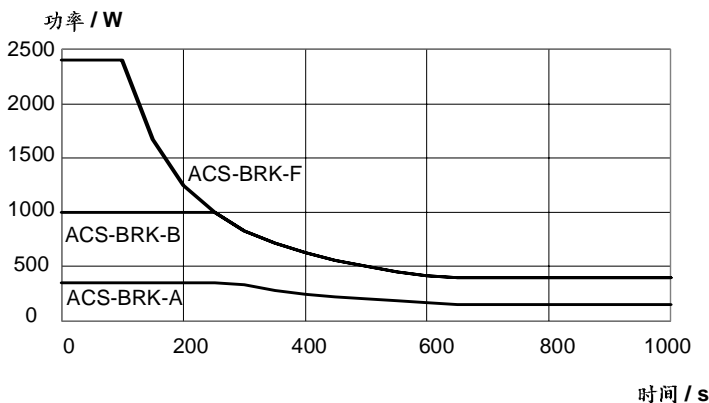
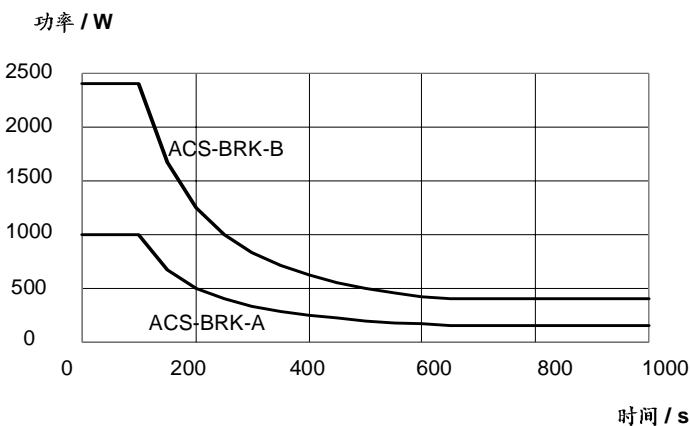

图 12 200 V 系列变频器的安全运行区。
图 13 400 V 系列变频器的安全运行区
- 3 根据下面图 12 和图 13 选择制动单元,注意确保制动单元工作在安全运行区内。